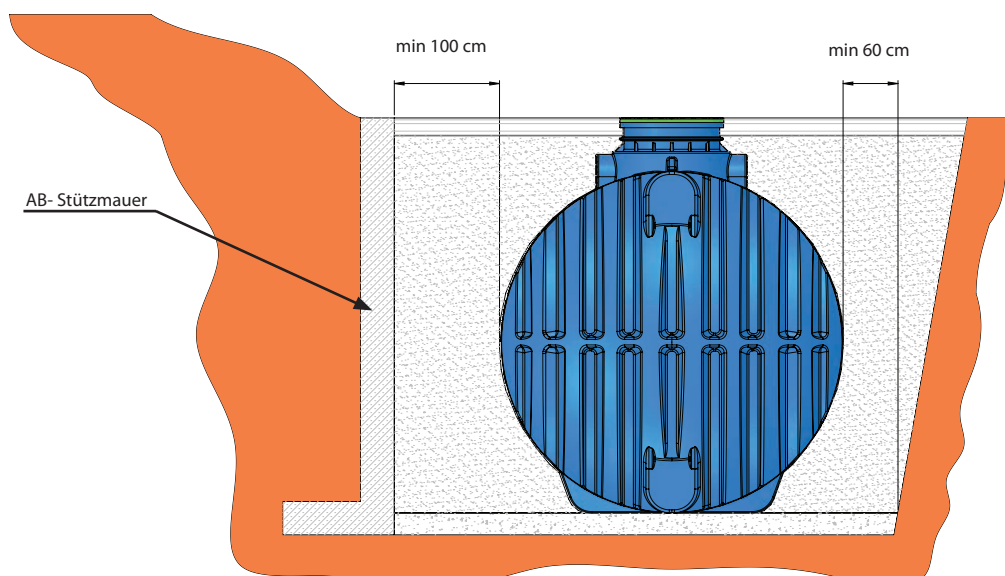

Abb. 14: Einbau des Behälters in instabile Bereiche
Für den Fall, dass eine instabile Hanglage für den Einbau des AQUAstay-Behälters ausgewählt wird, ist es notwendig, die Einbaubedingungen so zu gewährleisten, dass der Behälter nicht durch den Druck und das Kriechen des Bodens beeinträchtigt wird. Dies geschieht mit geeigneten Stützmauern aus Stahlbeton (AB) (Abb. 14). Die Abmessungen der Stützmauer, die Höhe der Bewehrung und die geeignete Entwässerung sind von einem beauftragten Projektanten für Gebäudestrukturen festzulegen.